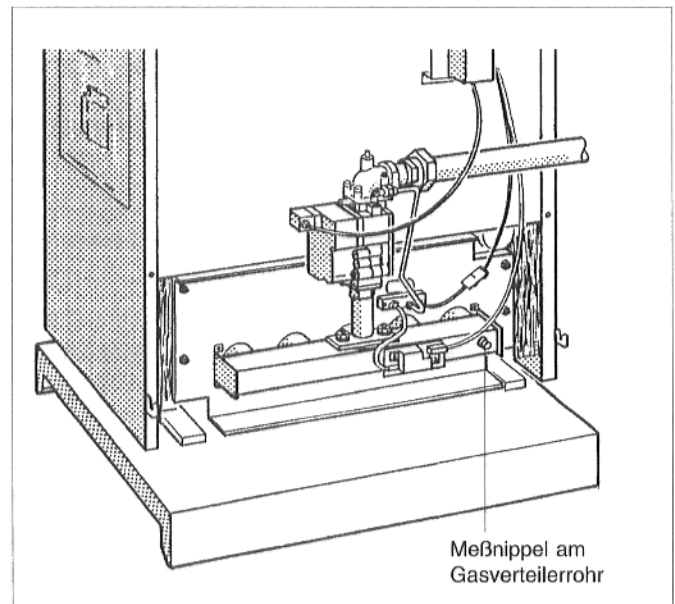

Abb. 5: Meßnippel am Gasverteilerrohr
- Verschlussschraube des Meßnippels am Gasverteilerrohr zwei Umdrehungen lösen und Meßschlauch des U-Rohr-Manometers aufstecken (Abb. 5).